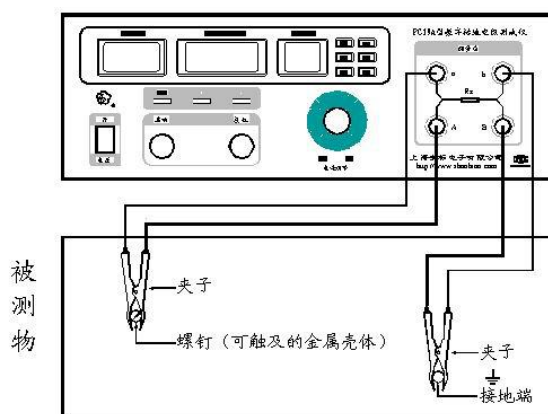

图4 PC39A接线图
5.3.2 按图4正确接线。将一副（二组）测试线，红线组中粗、细测量棒一端分别插入测试仪“A”、“a”测量端上（粗线对“A”，细线对“a”）；黑线组中粗、细测量棒一端分别插入测量仪“B”、“b”测量端上（粗线对“B”，细线对“b”），测量线另一端的夹子分别接被测设备保护可触及的金属壳体和接地端。